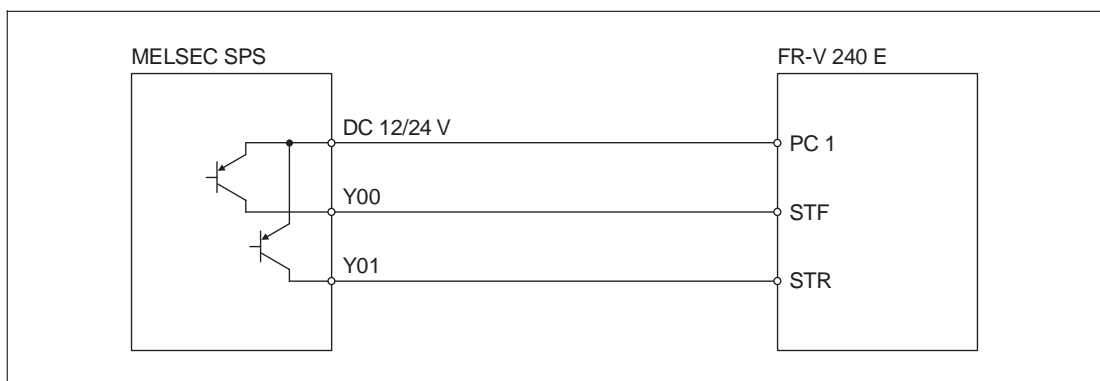

Abb. 3-11: Ansteuerung über einen Transistorausgang einer SPS
- Sämtliche Eingangssignale mit Ausnahme der Anschlüsse zur Sollwert-Signalvorgabe (Klemmen 1, 2, 5 und 10E) dürfen zur Ansteuerung über Transistoren benutzt werden (siehe auch Anschlußdiagramm in Abb. 3-11).